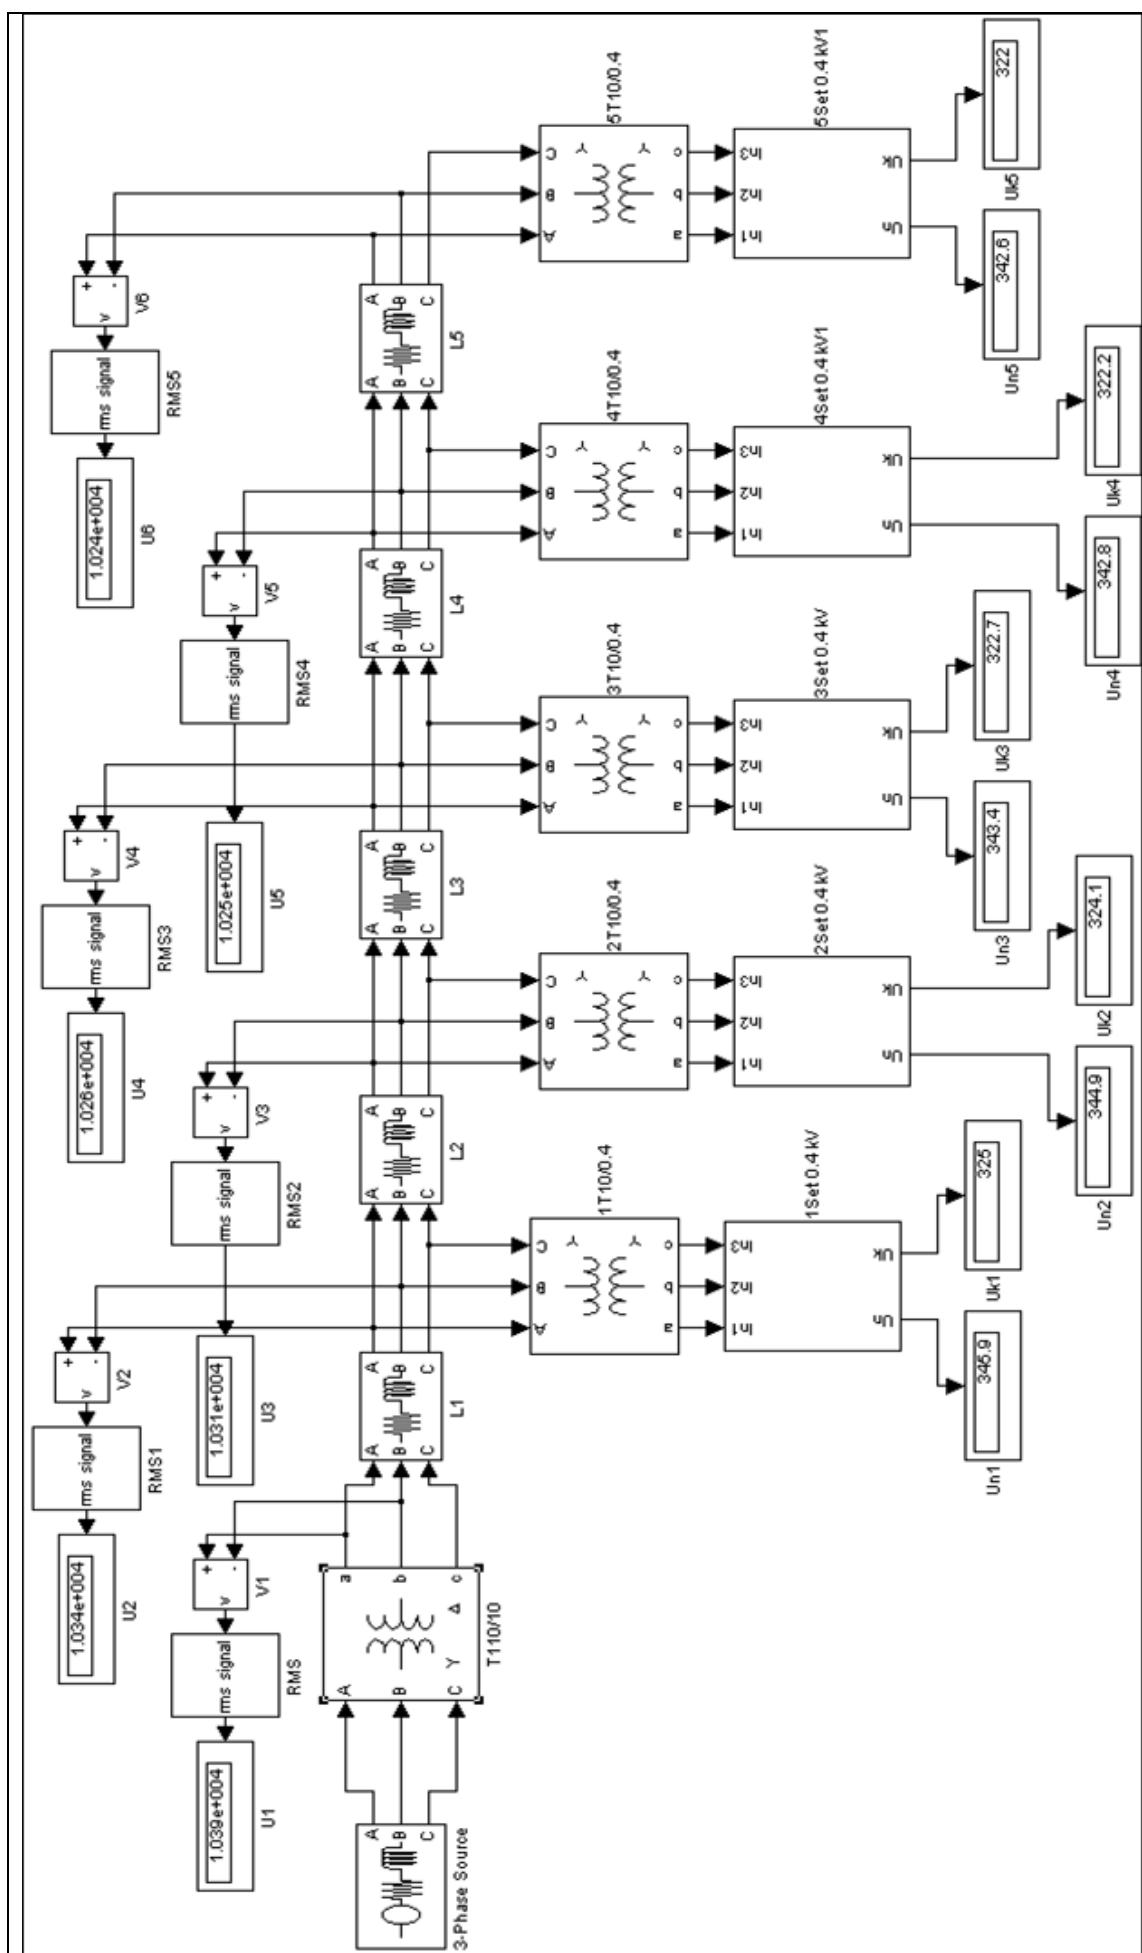

Рис. 3.3. Имитационная модель трёхфазной электрической распределительной сети
Модель рассматриваемой электрической сети представлена на рис. 3.3.
8. Подключите полученные подсистемы к основной магистрали через распределительные трансформаторы в соответствии со схемой, приведенной на рис. 3.1 и рис. 3.3.
10. Подключите измерительные приборы в контрольных точках (см. рис. 3.3).